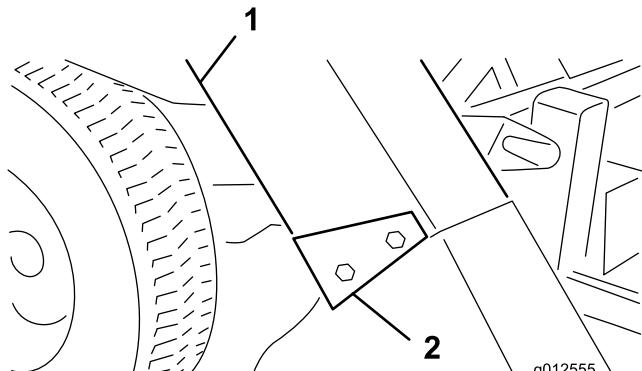

図 29
4. シートをプロアの開口部と取り付けスタッドにセットする 図 29。